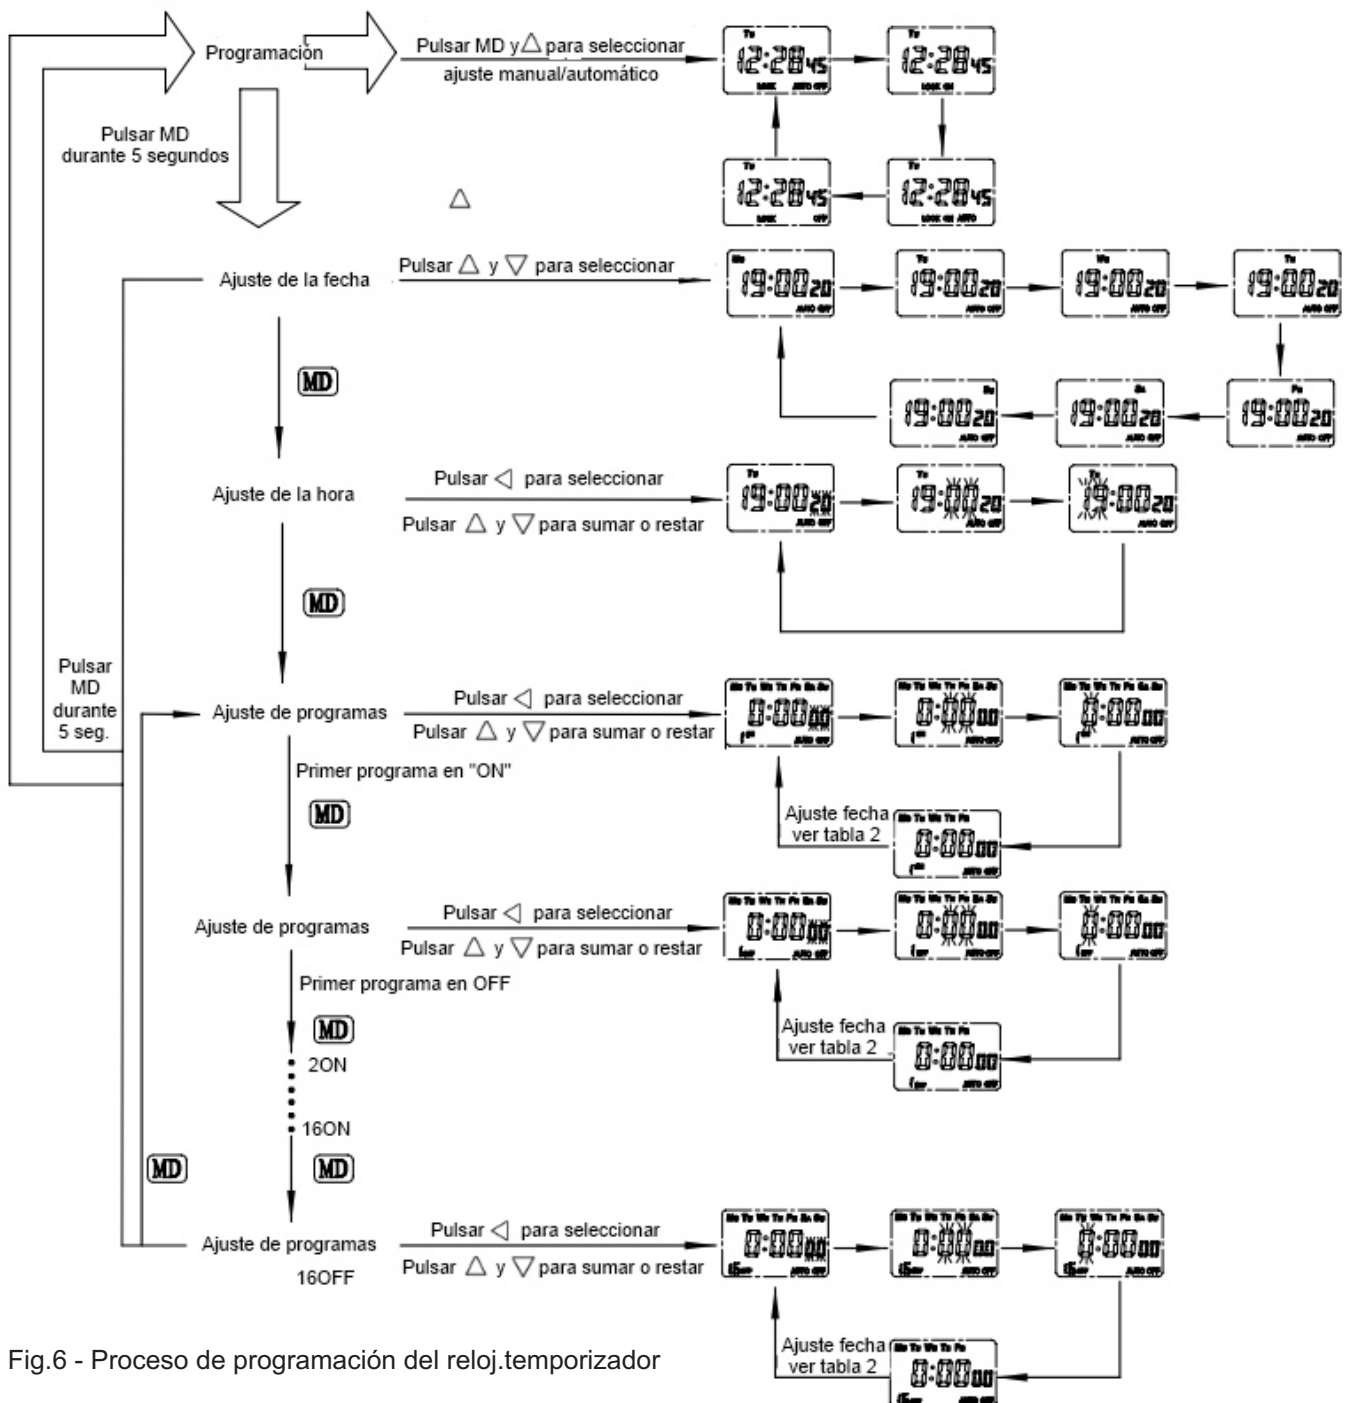

Fig.6 - Proceso de programación del reloj temporizador
6.1 Ajuste de los parámetros del reloj-temporizador (ver Fig.6 - Pag.5)